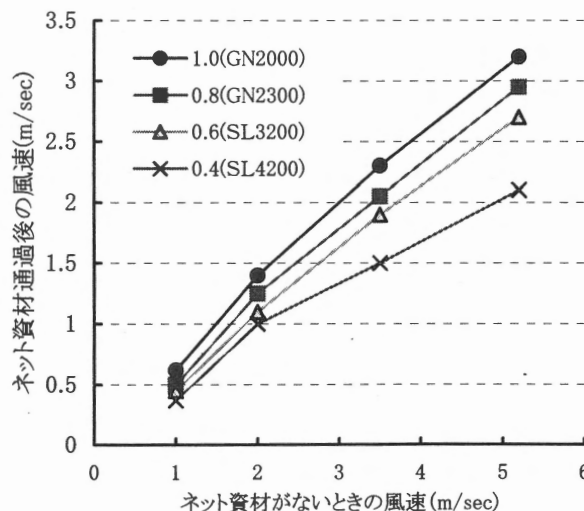

図5 ネット資材使用による減風効果
- 4) ネット通過後の風速は、およそ 1/2 前後になるが、ネットの目合が狭いほど風速は減少する (図 5)。